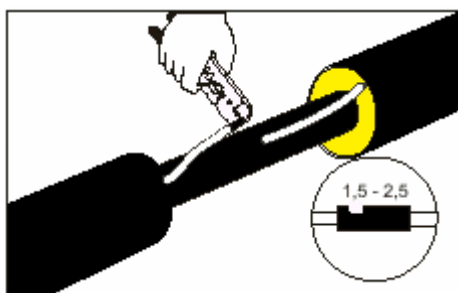

рис.11
3.4.3 Підготовлені проводи СДКМ вставити у з'єднувач (А-1-02) і затиснути кліщами затискувачами (А-3-01) (рис.11, 12). Ширина щік кліщів - 1,5-2,5 мм.